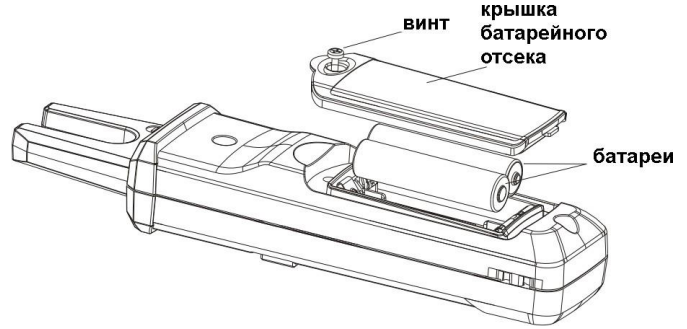

Рисунок 5
**11.2. Замена батареи (см. рисунок 5).**